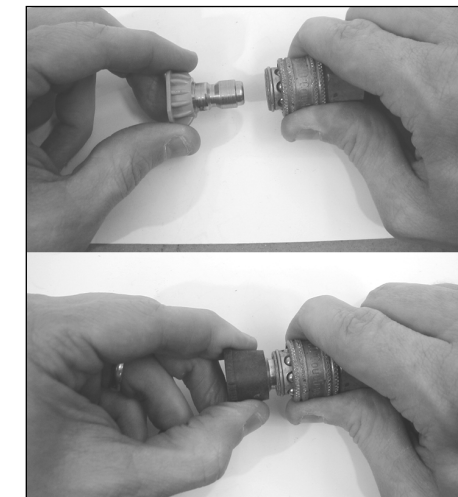

Figura 10 - Punta de conexión rápida
10. Instale la punta de conexión rápida, si se aplica (Vea la Figura 10).